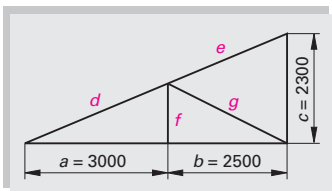

Bild 5: Trägerkonstruktion
6. **Trägerkonstruktion (Bild 5):** Die Längen der 4 Stäbe d bis g sind zu berechnen.